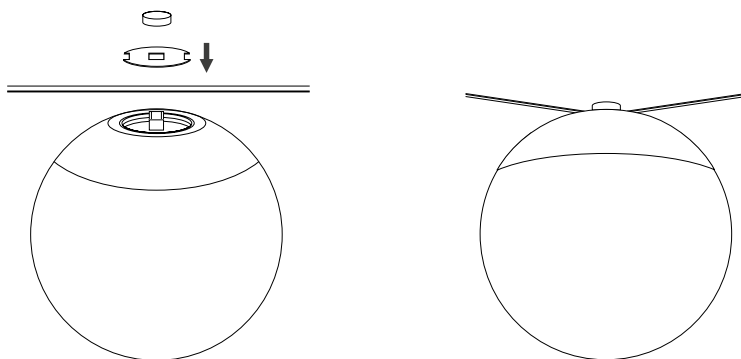

Рис. 2. Установка светильника
- 3.2. Устройство крепления выполнено в виде закручивающегося фиксатора с правой резьбой, который накручивается на верхнюю часть корпуса светильника. Открутите верхнюю часть фиксатора у светильника, тем самым освободив установочное пространство. Установите светильник в необходимом месте токопроводящего ремня и зафиксируйте его, закрутив верхнюю часть фиксатора светильника, как показано на рис. 2.